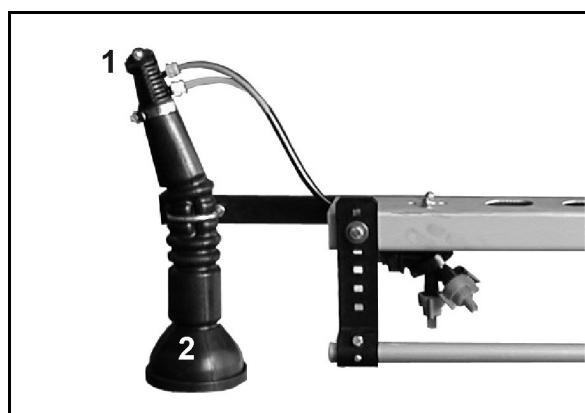

Fig. 124
- Timoneria Super-L Fig. 124/....
- (1) Recipientul
- (2) Șurubul cu fantă
- (3) Compresorul